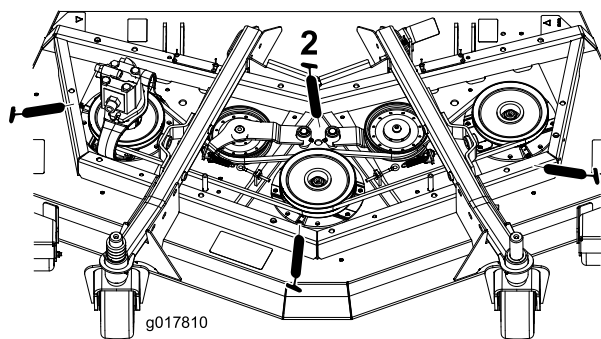

Figura 38
- Cojinetes de eje (3) (situados debajo de la polea) (Figura 38).
- Casquillos del pivote del brazo tensor (2) (Figura 38)